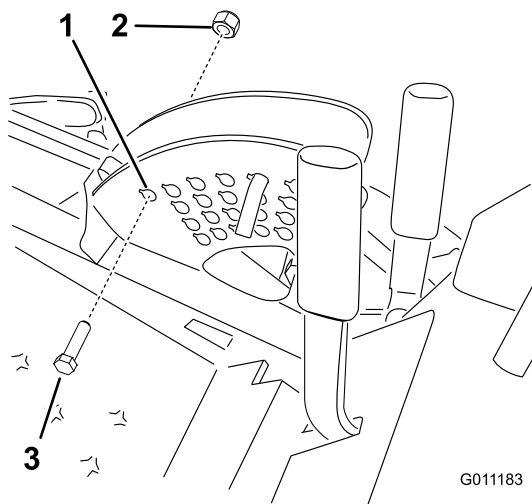

Figura 30
3. Baje la carcasa de corte e instale un perno (1/2 x 2-1/2 pulgadas) y una tuerca (1/2 pulgada) en el taladro de altura de corte de 152 mm (Figura 30). Esto evita daños a la polea doble al elevar la carcasa de corte.